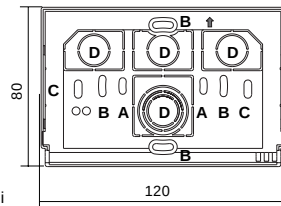

Fig. 4.i
- Fix the base to the back box (or to the wall), using the pairs of holes provided: **A-A, B-B or C-C** (fig. 4.i).
N.B.: fig. 4.i, **D** = knockouts allowing entry of wires (flexible only)
- Fixer la base du chronothermostat à la boîte à encastrer (ou au mur) en utilisant les paires de trous prévues: **A-A, B-B or C-C** (fig. 4.i).
N.B: fig. 4.i, "**D**" = zones amovibles pour l'entrée des fils (uniquement flexibles).
- Befestigen Sie die Grundplatte des Zeitthermostats am Gehäuse (oder an der Wand) mittels der entsprechenden vorgegebenen Bohrungslöcher: **A-A, B-B or C-C** (Abb. 4.i).
Hinweis: Abb. 4.i, "**D**" = Herausnehmbare Teile, die das Anklemmen der (ausschließlich biegsamen) Kabel ermöglichen.
- Fissare la base del cronotermostato alla scatola incasso (o alla parete), utilizzando le opportune coppie di fori **A-A**, **B-B** o **C-C** (fig. 4-i).
N.B.: fig. 4.i, "D" = aree asportabili per l'ingresso dei fili (solo flessibili).
- Fijar la base del cronotermostato en la pared o en la caja empotrada utilizando los pares de orificios **A-A**, **B-B**, **C-C** (fig. 4.i).
Nota: fig. 4.i, "D" = áreas extraíbles para la entrada de los conductores (sólo flexibles).